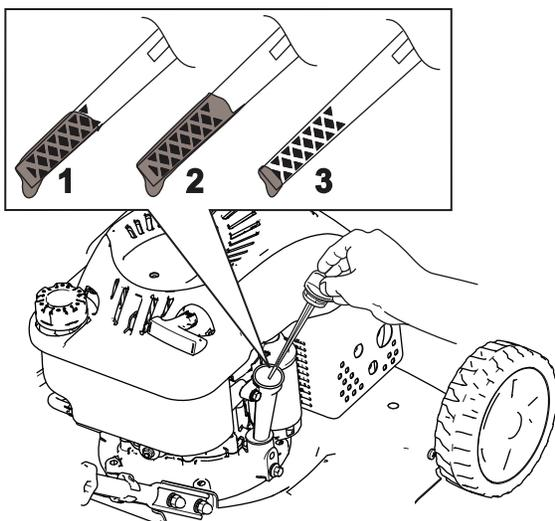

Bild 22
3. Entfernen Sie den Peilstab, indem Sie den Deckel nach links drehen und herausziehen (Bild 22).